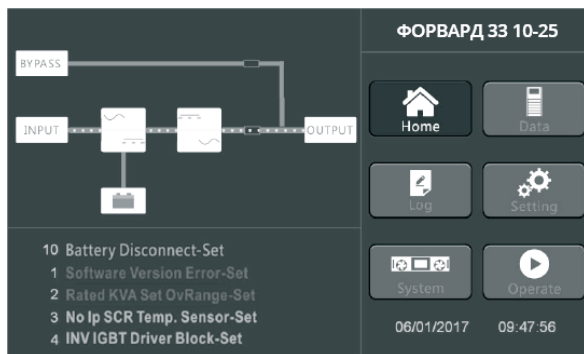

Рис. 5-4 Работа от инвертора
7. Через 30 секунд запуск инвертора будет завершен, ИБП переключит питание выхода с байпаса на инвертор, индикатор байпаса отключится и загорится индикатор нагрузки (см. рисунок 5-4).